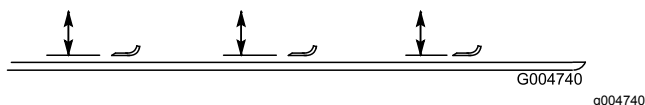

Figura 111
2. Gire la cuchilla hasta que los extremos estén orientados hacia adelante y hacia atrás, y mida desde el interior de la carcasa de corte al filo de corte en la parte delantera de la cuchilla (Figura 111).